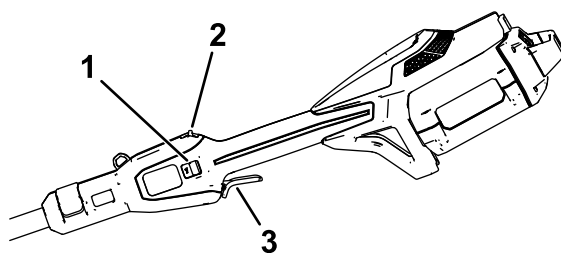

Figure 9
4. Pour mettre la débroussailleuse en marche, tirez le commutateur de blocage en arrière, puis serrez la gâchette de vitesse variable (Figure 9).